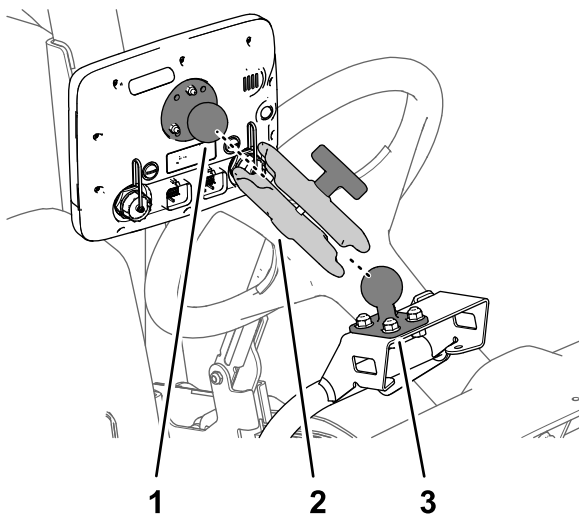

Figura 167
- Monte a união da rótula no monitor e a montagem da rótula na máquina no braço do monitor (Figura 167).
4. Ajuste o monitor de forma a que seja visível a partir da posição do operador e aperte o manípulo do braço do monitor à mão (Figura 167).